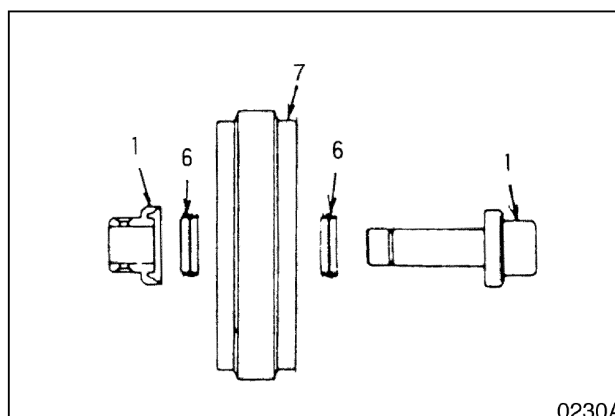

Рис. 26
4. Установите групповое уплотнение (6, рис. 26) в направляющее колесо (7) и подшипник (1).